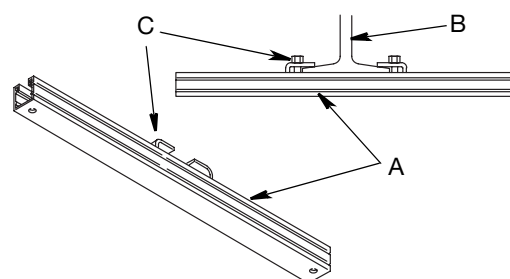

Рис. 26
Для выполнения следующих шагов см. Рис. 26.
7. Совместите 4 отверстия в монтажном основании шлангового барабана с отверстиями рядом с концами монтажных кронштейнов (A) и надежно прикрепите болтами шланговый барабан к монтажным кронштейнам (Рис. 26).
9. Установите регулируемые зажимы (С) монтажных кронштейнов на фланцах двутавровой балки (В) (Рис. 26). Надежно затяните с усилием 13,5 Н•м (10 футофунтов).